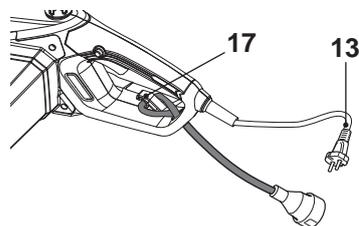

Fig. 15
1. Pliez la rallonge à environ 30 cm de la prise femelle, et faites passer la boucle par le trou du bloc moteur. Accrochez-la sur le détendeur de câble [17] et tirez délicatement dessus afin de vous assurer qu'elle tient bien en place (Fig. 15).